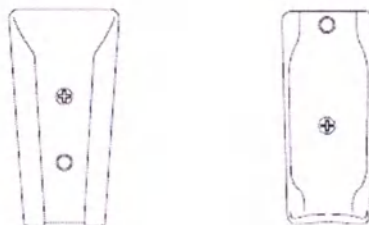

Рис.11. Держатель интраоральной камеры
3. Прикрепите держатель интраоральной камеры к кронштейну держателя камеры с помощью винтов. Внешний вид держателя камеры изображён на рисунке Рис.11